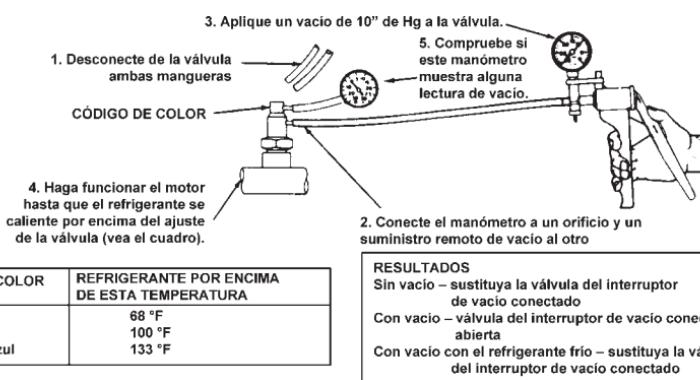

FIGURA 13: Prueba del interruptor de vacío conectado de dos orificios
- 1) Aplique un vacío de 10" de Hg con la bomba al orificio inferior de la válvula y mida los resultados con un segundo manómetro de vacío según se muestra en la ilustración (FIGURA 13).